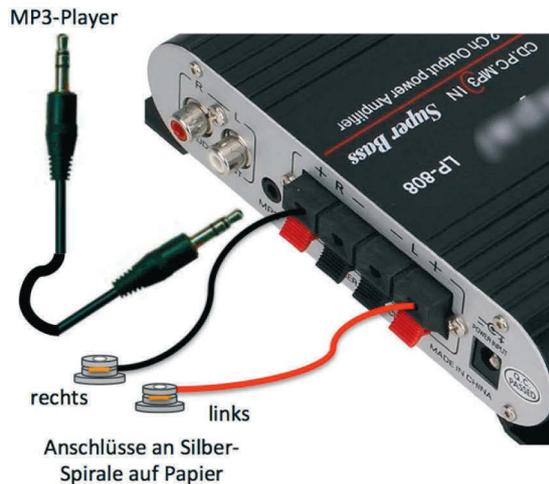

Bild 30: Kabelanschlüsse am Verstärker
- Stecke die Ausgangs-Kabel und den MP3-Anschluss in den Verstärker (Siehe Bild 30) und schließe das Stromkabel an.